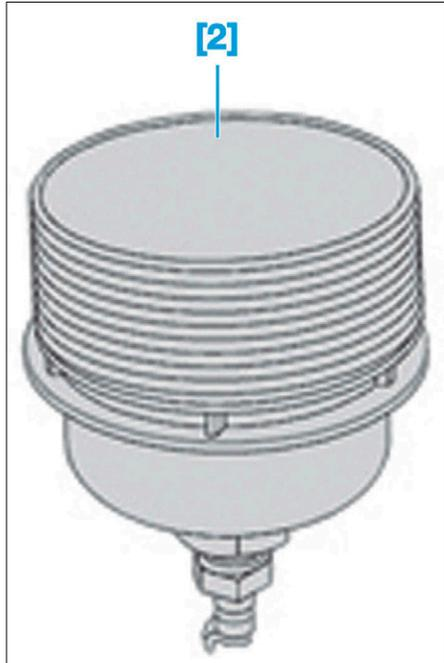

FIG. 16
- [2]. Adaptateur pour bouchon de filtre à huile (réf : 1503-J) (Fig.16).